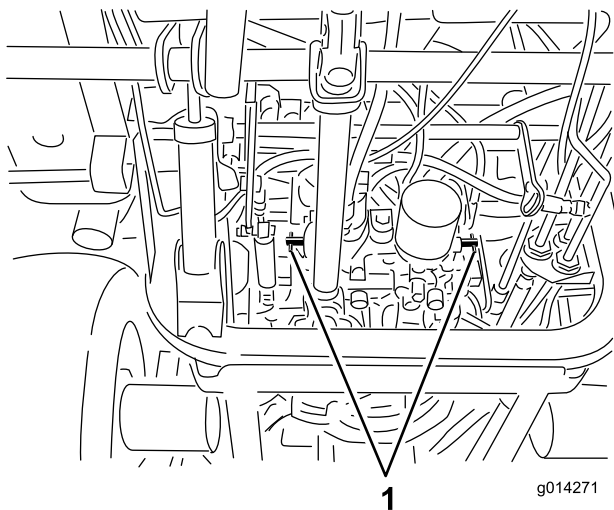

Рисунок 25
4. Поверните каждый перепускной клапан на 1 оборот против часовой стрелки (Рисунок 25).
Поверните каждый перепускной клапан на 1 оборот по часовой стрелке и затяните клапаны от руки (момент затяжки примерно 8 Н·м) (Рисунок 25).